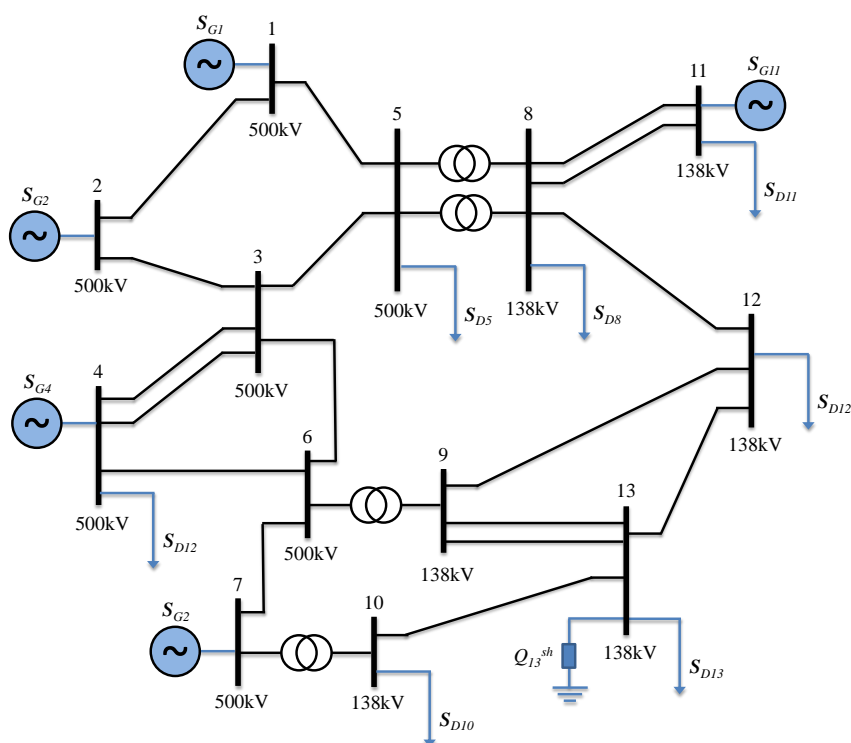

Figura 1 – Sistema para EC3.
1. Considere o sistema da Figura 1 operando de acordo com o cenário operativo definido no arquivo de dados de entrada disponibilizado (“*dados_sistema13B_EC3_CasoBase.txt*”). Para este cenário, considere ainda um contexto de planejamento da operação e que um dos transformadores que ligam as barras 5 e 8 precisa ficar indisponível para realizar uma manutenção, por solicitação da empresa responsável pelo equipamento. **Sem um dos transformadores conectados entre as barras 5 e 8**, avalie o desempenho do sistema em relação ao que está disposto no item 2.2.4.1.1. do Submódulo 2.3 dos Procedimentos de Rede do ONS¹, de Premissas, critérios e metodologia para estudos elétricos. Considere contingências apenas de circuitos (i.e., linhas de transmissão e transformadores), ou seja, não é necessário representar a falha de geradores e equipamentos de suporte de reativo.